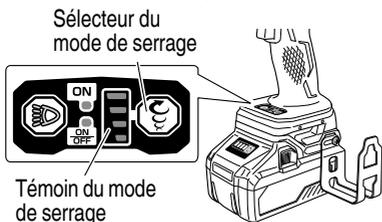

Fig. 20
10. Fonction du sélecteur de mode de serrage (Fig. 20)